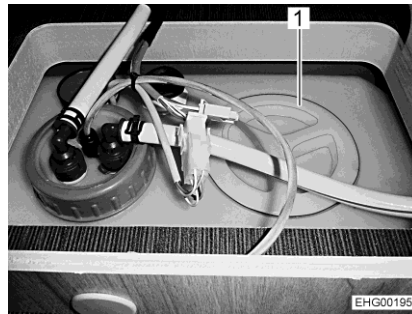

Bild 155 Reinigungsoffnung (Wassertank)
- Verschlussdeckel (Bild 155,1) des Wassertanks abnehmen.